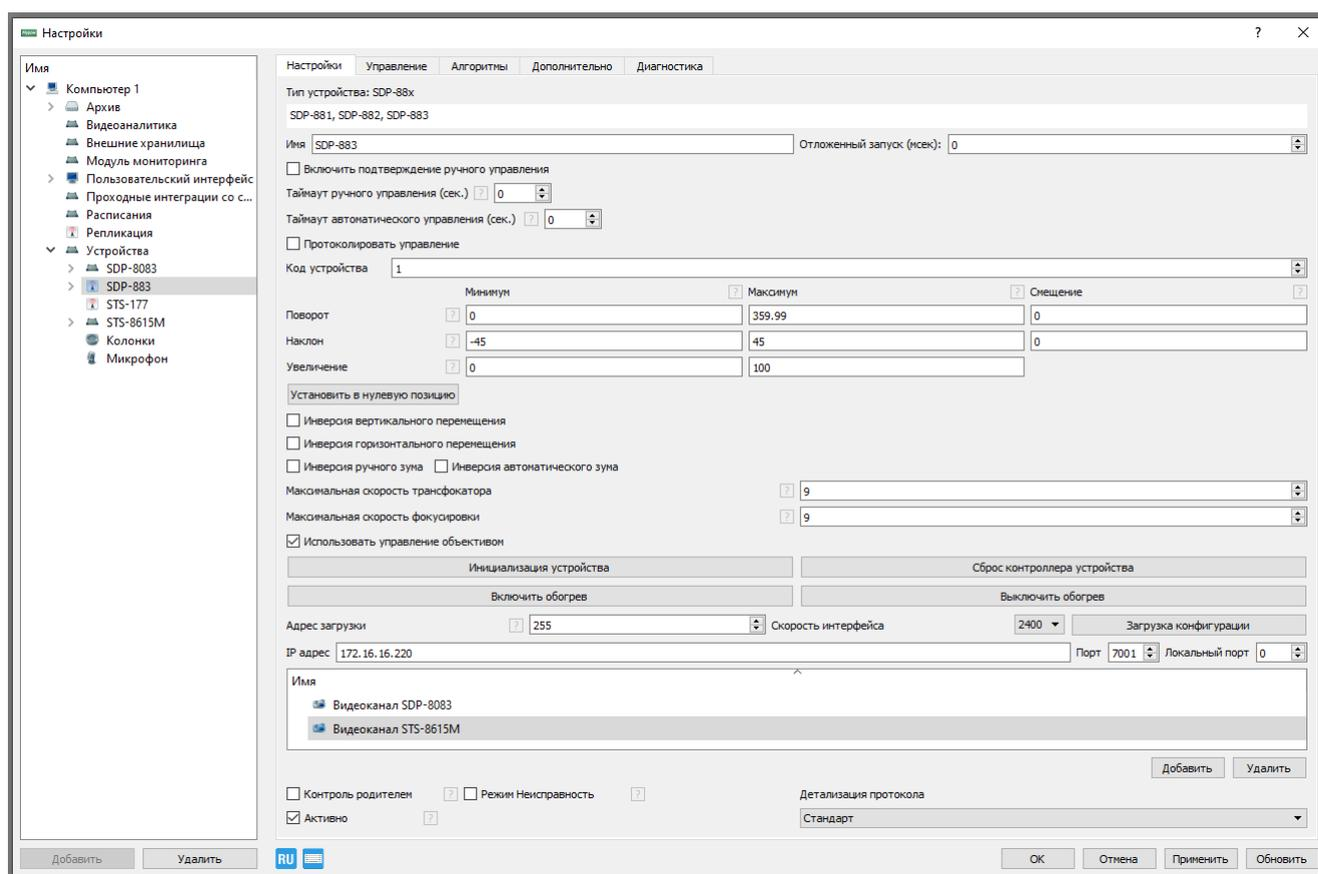

Рисунок 20
2.3.8.1 Для этого необходимо перейти в настройки поворотного устройства, на котором установлена видеокamera и установить «нулевую позицию» нажав на соответствующую кнопку во вкладке настроек поворотного устройства (Рисунок 20).